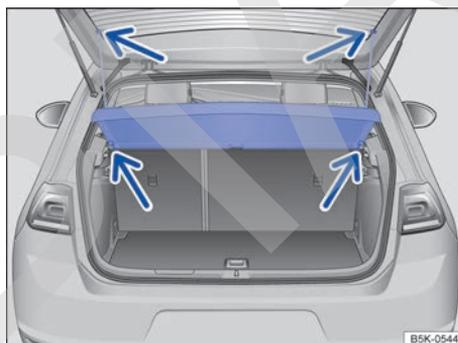

Fig. 157 En el maletero: desmontar y montar la cubierta.
- Desenganche las cintas de sujeción del portón del maletero → **fig. 157** (flechas superiores).
- Desencaje la cubierta de los soportes laterales tirando de ella hacia arriba → **fig. 157** (flechas inferiores).
- Encastre la cubierta en los soportes laterales desde arriba → **fig. 157** (flechas inferiores).
- Enganche las cintas de sujeción en el portón del maletero → **fig. 157** (flechas superiores). ▶